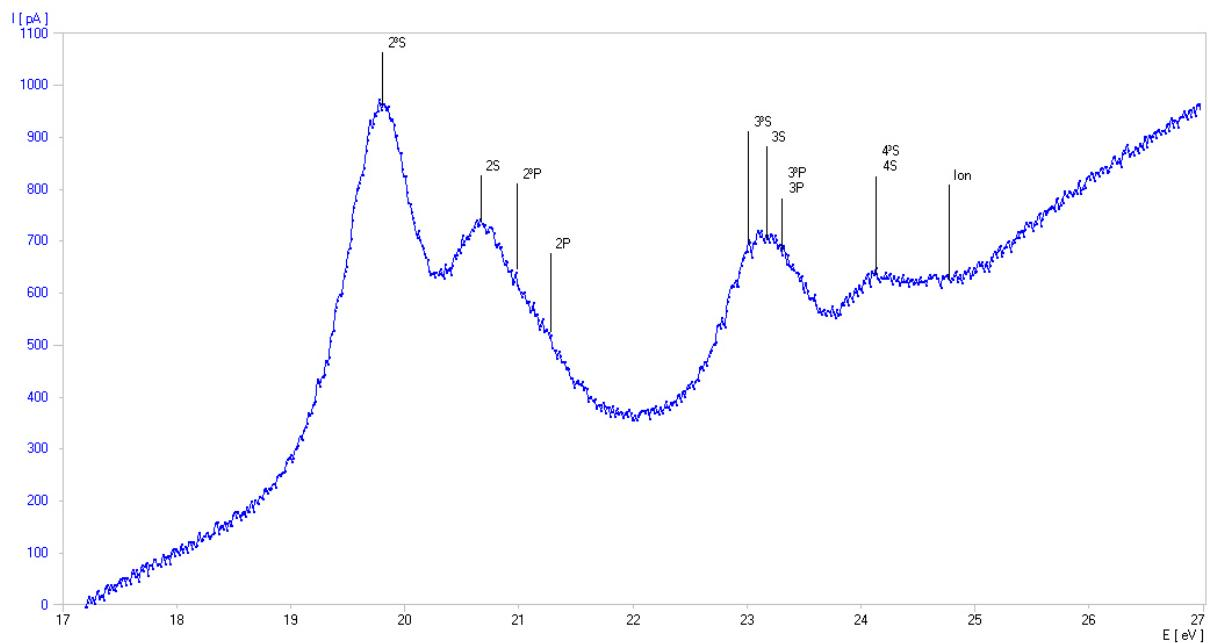

Fig. 3: Determinación de los potenciales críticos del átomo de He (Curva de medida registrada con el 3B NET/log™)
- Se crea un diagrama teniendo en el eje-X la magnitud E y en el eje-Y la magnitud I . (ver Fig. 3).